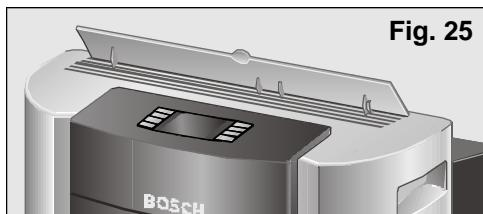

Fig. 25
- Conectar el equipo presionando la tecla ①.
- Levantar el orientador de aire situado en la parte superior Fig. 25, y si lo desea abra las aletas laterales ver **A** y **L**, Fig. 1 (ver